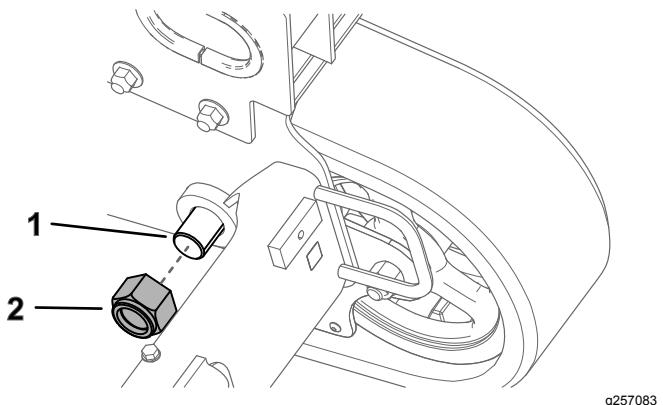

Figura 5
- Rimuovete il dado dal perno del cingolo anteriore illustrato nella Figura 5.